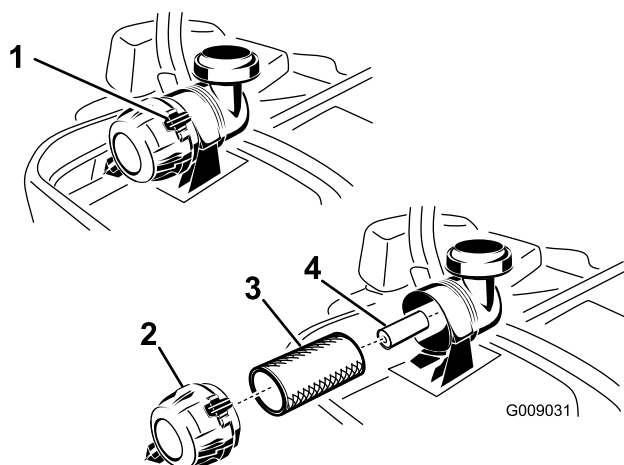

Figure 47
3. Appuyez sur les attaches du filtre à air pour les ouvrir et détachez le couvercle du corps du filtre à air (Figure 47).
5. Sortez le préfiltre du boîtier du filtre avec précaution (Figure 47). Évitez de cogner l'élément à l'intérieur du boîtier.
1. Ne nettoyez pas l'élément en papier, remplacez-le (Figure 47).
2. Si vous remplacez l'élément secondaire, insérez-le avec précaution dans le boîtier du filtre (Figure 47).
3. Placez ensuite le préfiltre sur l'élément secondaire avec le même soin (Figure 47).
5. Montez le couvercle, reniflard en bas, et tournez-le pour que les attaches verrouillent le couvercle en place (Figure 47).